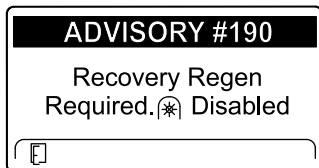

Figure 52
- ADVISORY #190 (avis n° 190), demande de régénération d'urgence – prise de force désactivée, affiché (Figure 52)